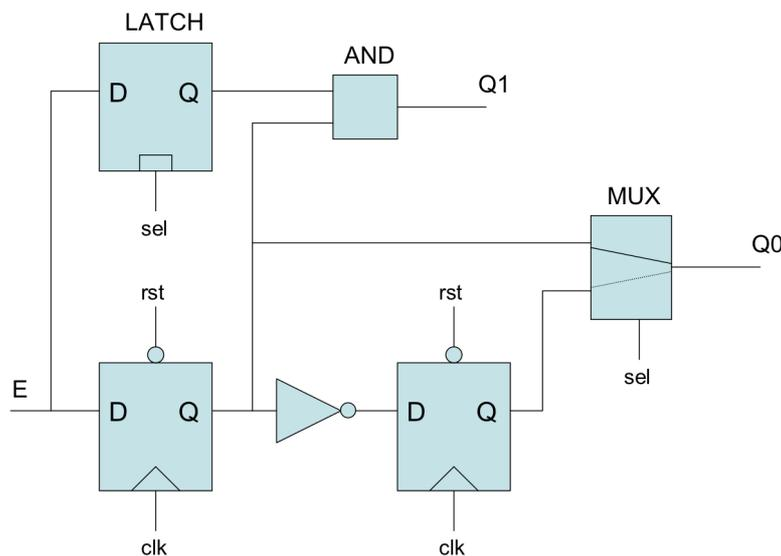

Figure 1 : circuit de l'exercice 1.1
1. Donnez la spécification comportementale du circuit de la figure 1 (*entity/architecture*) en n'utilisant aucune instruction de type *port map* et une seule *architecture*. Tous les fils sont des *std_logic* ; E, sel, rst et clk sont les entrées ; Q0 et Q1 sont les sorties.